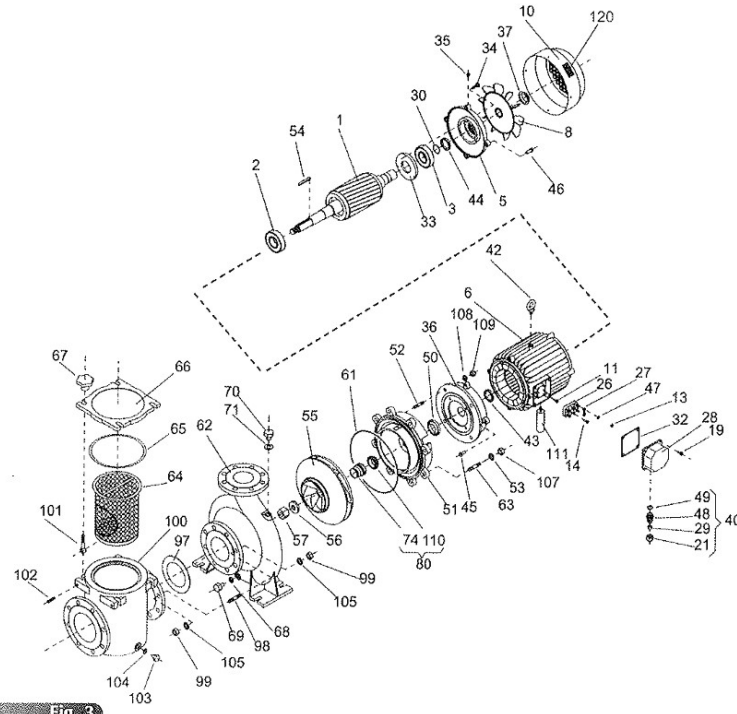

Fig. 3
- Dans les équipements il faut positionner de manière appropriée les ponts d'interconnexions des bobinages du moteur (voir figs. 3).